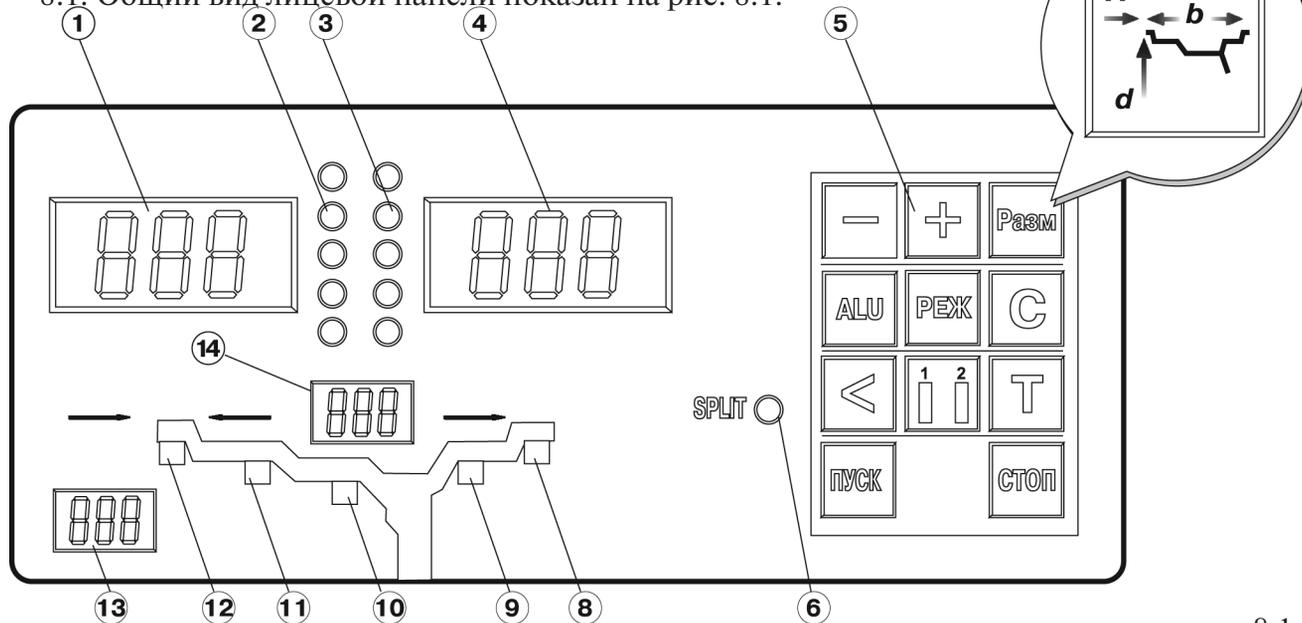

рис. 8.1.
8.1. Общий вид лицевой панели показан на рис. 8.1.
(рис.8.1.) соответственно.
При выдвигении штанги на индикаторах 1 (рис. 8.1) отображается символ «А», а на индикаторах 4 значение параметра «А». Значение параметра «d» отображается на индикаторах 13. После возвращения штанги в исходное состояние на индикаторах 1 и 4 некоторое время сохраняется значение параметра А, затем показания на них возвращаются к отображению текущих значений масс корректирующих грузов. На индикаторах 13 сохраняется вновь установленное значение параметра «d».
Ширина обода отображается на индикаторах 14 (рис.8.1). Если считанная с обода или измеренная ширина отличается от показаний на индикаторах 14, то кнопками «-» и «+» установить на индикаторах 14 требуемое значение ширины.
Дважды нажать кнопку «А, d, b», после чего на индикаторах 1 (рис.8.1) загорается символ «А», а на индикаторах 4 исходная величина дистанции. Нажимая кнопки «-» и «+» установить на индикаторах 4 требуемую величину дистанции. Через 2-3 сек после установки дистанции показания на индикаторах 1 и 4 возвращаются к отображению текущего дебаланса, а кнопки «-» и «+» возвращаются в режим ввода ширины обода.
Эта функция обеспечивается тем, что каждый раз при вводе новых геометрических параметров и установке требуемой программы ALU, предыдущее состояние запоминается. Для перехода от одного набора параметров к другому необходимо нажать кнопку «1-2». Визуальный контроль того, какие параметры установлены в данный момент, осуществляется по индикаторам 13 и 14 (рис.8.1), отображающие установленные в данный момент диаметр и ширину обода.
12.2. Переключение схем ALU1-ALU5 осуществляется последовательным нажатием кнопки «ALU» при этом схема установки грузов отображается загоранием соответствующих светодиодов 8-12 (рис.8.1), кроме того, на индикаторах 1 отображаются символы ALU, а на индикаторах 4 номер 1-5. Через 2-3 сек. после установки требуемой программы ALU индикаторы 1-4 переходят в режим отображения дебаланса.
13.3. Для входа в программу Split нажмите кнопку РЕЖ., после чего загорается светодиод 6 (рис.8.1) и на индикаторах 1 загораются символы «SP», означающие, что необходимо ввести число спиц обода колеса, подлежащего балансировке. При этом на индикаторах 4 загорается цифра 5. Если число спиц колеса отличается от 5, кнопками «-» и «+» установить на индикаторах 4 фактическое число спиц колеса.
13.4. Запустите СБ. После останова вала установите любую спицу обода колеса вертикально вверх (на 12 часов) и нажмите кнопку С. После чего, на индикаторе 1 и линейке 2 (рис.8.1) будут указаны величина и место установки корректирующего груза на внутренней плоскости.
14.1. При включении тумблера питания СБ на индикаторах 1 (рис. 8.1) высвечивается трехзначное число – номер версии программного обеспечения. Через 2-3 сек на индикаторах 1 и 4 должны загореться нули, на индикаторах 13 – исходное значение диаметра обода, на индикаторах 14 – исходное значение ширины обода, кроме того должны загореться светодиоды 8 и 12, что свидетельствует о включении режима стандартной балансировки с установкой на обеих плоскостях коррекции грузиков на пружинках. На линейках 2 и 3 (рис. 8.1) должны загореться центральные светодиоды.
14.2. При включении СБ программа измерения дебаланса настраивается таким образом, что дебаланс менее 8 г (заводская установка) на любой плоскости коррекции не показывается, в этом случае на индикаторах 1 и 4 (рис. 8.1) высвечиваются «0». Минимальный дебаланс отображающийся на индикаторах 1 и 4 равен 8г. Дебаланс, превышающий 8г, округляется до величины кратной 5, т. е. дебаланс 9, 10, 11 и 12 г отображается цифрой 10, дебаланс 13, 14, 15, 16 и 17 г – цифрой 15 и т. д. Для просмотра неокругленного значения дебаланса или дебаланса менее 8г. необходимо нажать кнопку «<>», при этом на индикаторах 1 и 4 на 2-3 сек высвечиваются фактические значения дебаланса, определенные в данном запуске.
14.3. Исходные значения диаметра и ширины обода, отображаемые на индикаторах 13 и 14 (рис. 8.1) после включения СБ, а также значение минимального дебаланса, который показывается на индикаторах 1 и 4, по желанию потребителя могут быть изменены. Процедура их изменения описана ниже в разделе 15 (п. 15.2.) «Установка рабочих параметров».
14.5.1. Поднимите защитный кожух. Вручную поворачивайте колесо, при этом свечение светодиодов на линейках 2 и 3 (рис. 8.1.) будет перемещаться, и в какой-то момент на одной из линеек загорятся все светодиоды и цвет их свечения сменится на зеленый.